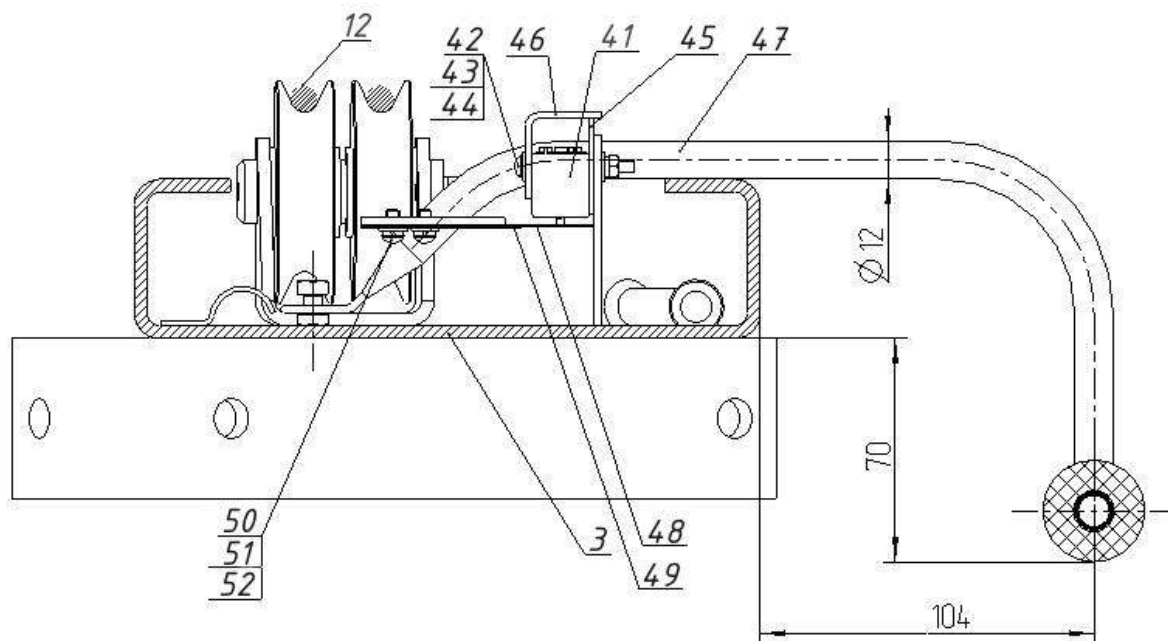

Рисунок 9 – Системы автоматического отключения привода насосной станции при касании автомобиля ограничительной дуги
6.12.2 Установить на перекладину 3 ограничительную дугу 47 (см. рисунок 9) с закрепленными на ней пластинчатыми пружинами 48 и 49 с помощью винтов 50, шайб 51 и 52. На перекладину 3 подъемника установить смонтированный на кабеле микровыключатель 41, с помощью винтов 42, шайб